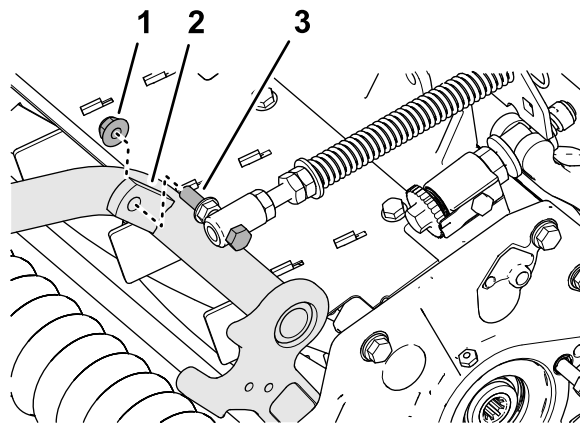

Figura 9
4. Monte el tornillo del muelle de compensación del césped en la pestaña derecha del bastidor de tiro (Figura 9) con la contratuerca con arandela prensada ($\frac{3}{8}$ ").